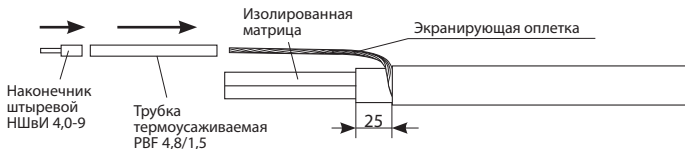

Рис. 3
5.1.3. Расплести экранирующую оплетку и скрутить ее в жгут. На экранирующую оплётку надеть термоусаживаемую трубку (не усаживать!), затем надеть и обжать ручным кремпером наконечник штыревой. Разрезать и снять изоляцию с матрицы, оставив 25 мм (см. рис. 3).